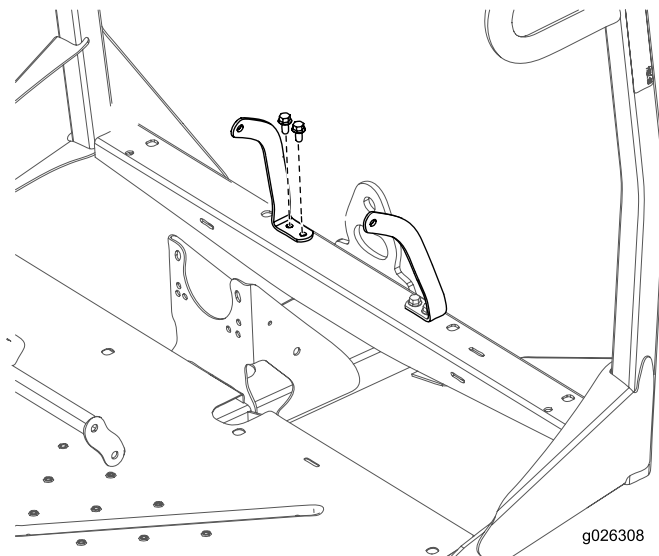

Рисунок 8
5. Прикрепите левый и правый узел крепления ремня безопасности к передней раме с помощью 4 болтов (3/8 x 3/4 дюйма) и 4 гаек (3/8 дюйма), как показано на Рисунок 8.